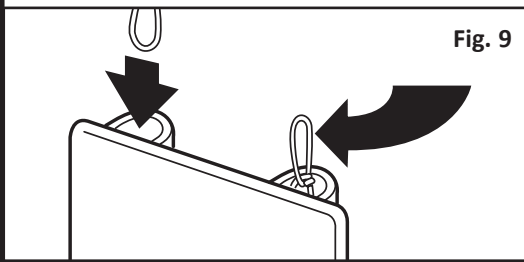

Fig. 9
1. Hold the swing seat vertically and insert uncoated chains through the channels on the bottom of the swing seat. **Note:** A coat hanger may be used to help pull chain through the swing seat. One full link should show at each end of the seat (**Fig. 9**).
1. Sostenga el asiento del columpio en forma vertical e introduzca cadenas sin recubrimiento a través de los canales de la parte inferior del asiento del columpio. **Nota:** Para ayudar a jalar la cadena a través del asiento del columpio, se puede usar un gancho para ropa. Debe verse un eslabón entero en cada extremo del asiento (**Fig. 9**).
1. Maintenez le siège de la balançoire à la verticale et insérez les chaînes sans gaine dans les gorges de la partie inférieure du siège. **REMARQUE:** On peut utiliser un cintre pour aider à passer la chaîne par le siège de la balançoire. Un maillon complet devrait être visible à chaque extrémité du siège (**fig. 9**).